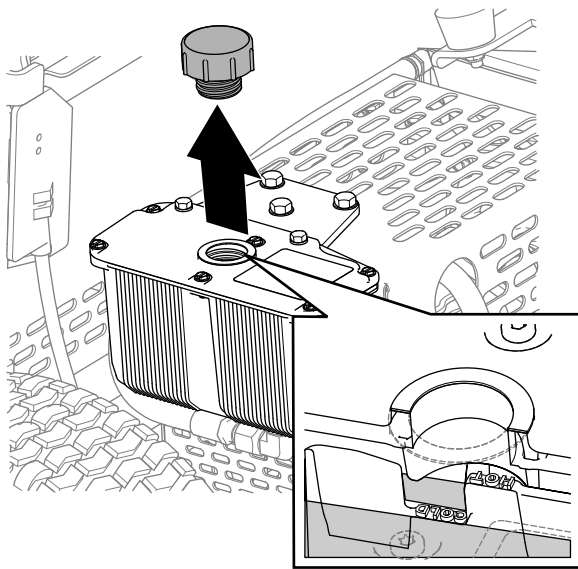

Bild 35
3. Entfernen Sie den Deckel, und kontrollieren Sie den Hydraulikölstand im Behälter (Bild 35).